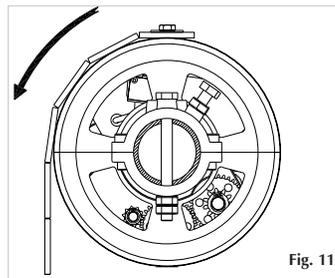

Fig. 11
- 3) The downward run of the roller shutter shall be consistent with the downward run of the safety brake. Place the gear motor as shown in figure 11.
- 3) La direction de descente du volet roulant doit correspondre à la direction de descente du parachute. Placer le motoréducteur, comme indiqué dans la figure 11.